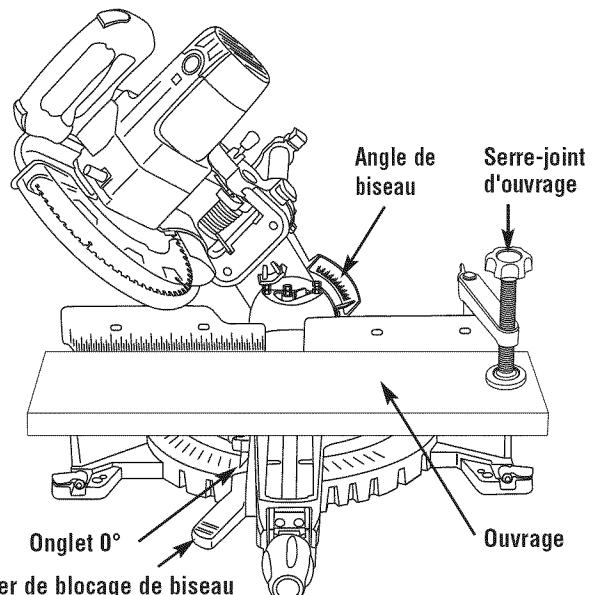

Figure 29. Coupe en biseau
- Pour desserrer, soulevez le levier de blocage de biseau. Inclinez la tête à l'angle de biseau désiré. Serrez le levier de blocage de biseau (Figure 29).